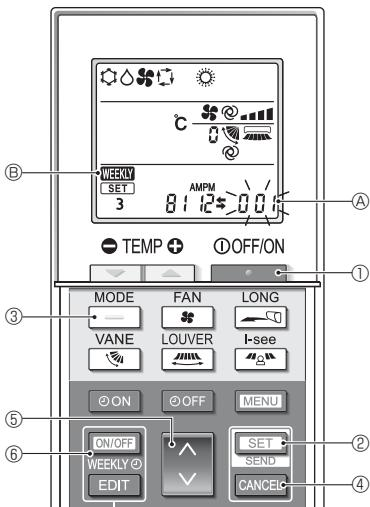

Fig. 4-12
4.12.8. Otomatik mod çalışmasının devre dışı bırakılması (Fig. 4-12)
- Klimayı durdurmak için **OFF/ON** düğmesine ① basın.
- Haftalık zamanlayıcı etkinleştirilmişse, zamanlayıcıyı devre dışı bırakmak için **ON/OFF** düğmesine ⑫ basın. (**WEEKLY** Ⓑ kaybolur.)
- 2.5 saniye boyunca **SET** düğmesine ⑬ basın.
3. **⤒** düğmesine ⑭ basın.
- Ayarları tamamlama (Fig. 4-12)
- 5 saniye boyunca **SET** düğmesine ⑮ basın.